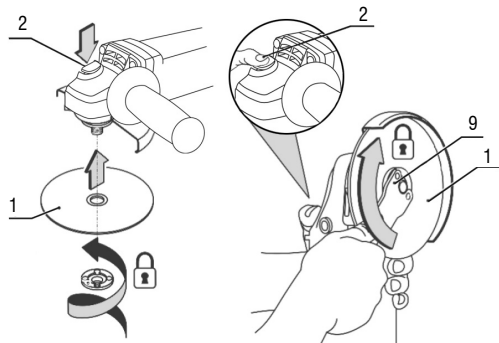

Fig. 8 – Trocando o disco
- Coloque a porca no eixo e aperte-a com a chave (9), Fig. 8.